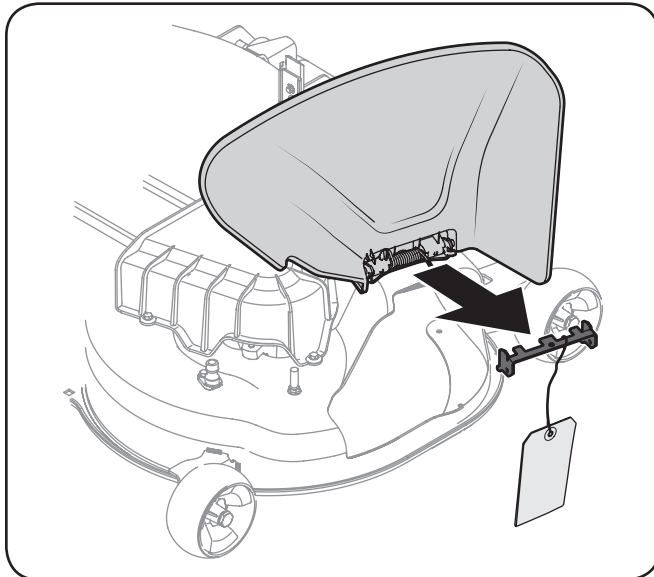

Figura 3-5
7. Sosteniendo el deflector del canal hacia arriba por completo, quite la traba de seguridad. Baje el deflector del canal y deseche la traba de seguridad. Vea la Figura 3-5.